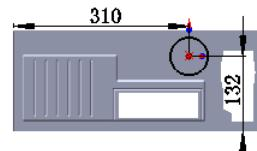

图 17.7.66 横断面草图
- (4) 编辑草图，如图 17.7.66 所示。退出草图环境，完成成形特征 2 的创建。